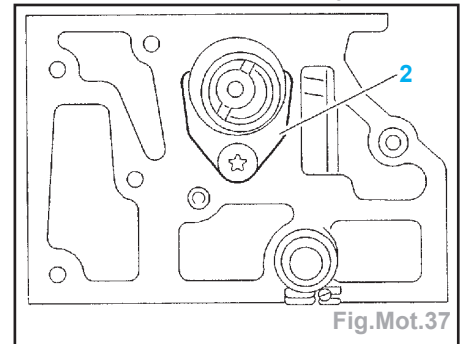

Fig.Mot.37
- Déposer la fourchette (2) (Fig.Mot.37).